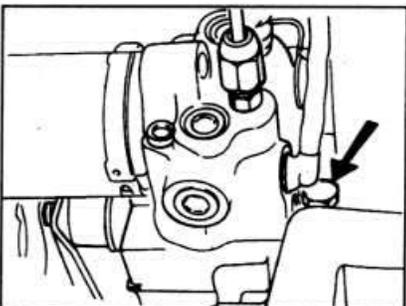

Рис. 9.66. Расположение болта крепления гидравлического блока к кронштейну.
- Отвинтите гайку крепления электрического разъема и гайку с болтом крепления гидроблока к кронштейну. Снимите блок с кронштейна (см. рис. 9.66).